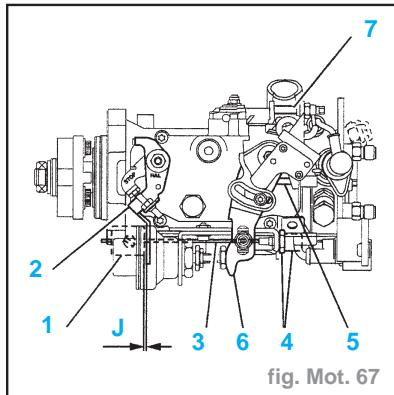

fig. Mot. 67
- Vérifier que le levier (2) est en butée à droite (fig. Mot. 67) sinon, approcher la tension du câble (3) par le serre-câble (1).
- Acheter la tension par le tendeur de gaine (4).